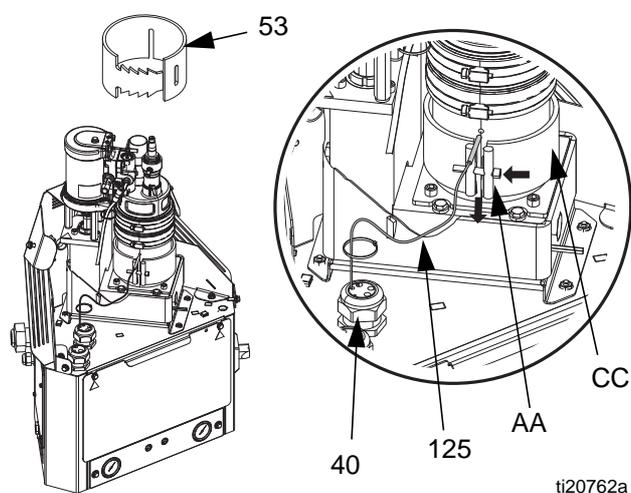

FIG. 37
#### Démontage (voir la FIG. 37) :
4. Retirer le tuyau d'air (36) de la vanne de détente. Pousser le tuyau d'air dans la protection en métal (27).
5. Retirer les écrous (3), puis retirer la protection en métal (27).
6. Retirer l'isolateur du compartiment de fusion en tissu (53).
7. Desserrer la vis (AA), puis retirer le capteur (125).
8. Retirer la porte d'accès au boîtier électrique (10).
9. Débrancher le câble du capteur de température du connecteur du MZLP étiqueté J5. Voir FIG. 37.
#### Remontage (voir la FIG. 37) :
Démontage (voir la FIG. 37) :
Remontage (consulter FIG. 37) :